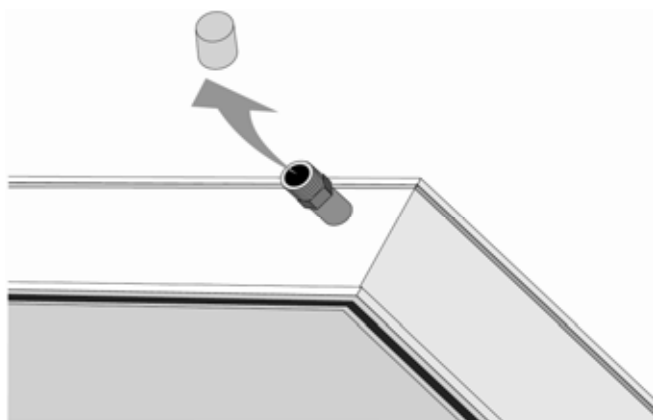

Abb. 2: Abdeckkappen an den Sammelrohren abnehmen!
**Bevor die Kollektoren in die Sonne gestellt werden und sich erhitzen, müssen die Abdeckkappen an den Sammelrohren abgenommen werden (s. Abb. 2).**